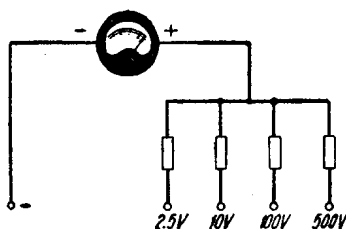
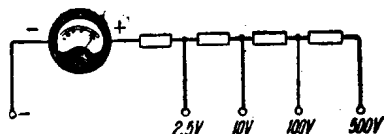
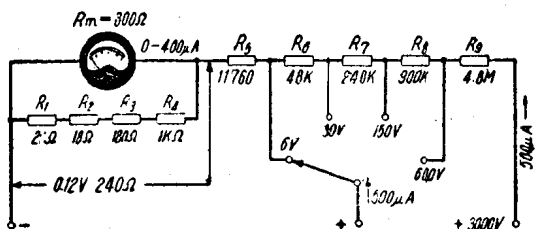
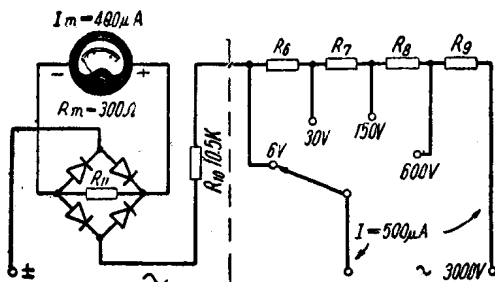

图 9
图 10
图 11
图 13
具有几个测量范围的电路,有图9和图10两种方式。105型表是采用图10的方式的,它的具体电路见图11。原来测量电流的四个分流电阻 R_1 至 R_4 仍然串联后再与表头并联。所以使表头变成了0—500微安,内阻240欧($R_1 \cdot R_2 \cdot R_3 \cdot R_4$ 相加为1200欧再与 $R_m 300\Omega$ 并联,才变成此值)。改成电压表后,每伏内阻应为 $240/0.12^{\text{①}} = 2000$ 欧/伏。
电压电路见图13。若将此电路与图11的直流电路相比较，可发现： R_6 至 R_9 与测量范围都没有改变，这说明电路中的满刻度电流仍然是500微安，内阻还是2000欧/伏。但也有以下两点不同：
(1) 图11中与表头并联的分流电阻 R_1 至 R_4 在图13中已去掉而换用另一电阻 R_{11} 。这是因为加在表头上的是经过氧化铜整流的
（2）图11中的 R_5 換用阻值比較小的 R_{10} ，这是因为氧化銅的正向电阻不可能是零，等于与表头又串联了一个电阻，所以要把0—6伏测量范围的分压电阻减小一些，使內阻不变，以保持讀数准确。